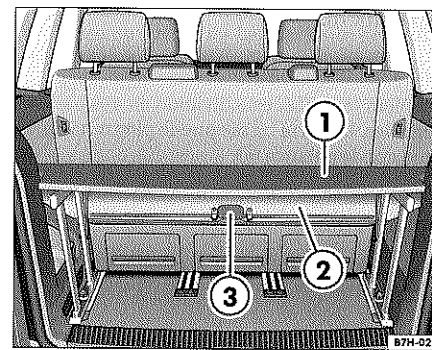

Fig. 66 Mandos del tablero Multiflex
El asiento cama se puede alargar colocando los asientos individuales en posición de mesa o con el tablero Multiflex³⁶⁾ ⇒ página 79, fig. 66.
El asiento cama se puede alargar mediante el tablero Multiflex³⁸⁾ ⇒ fig. 66.
- Coloque la parte ⇒ página 79, fig. 66 ② del tablero Multiflex en horizontal.